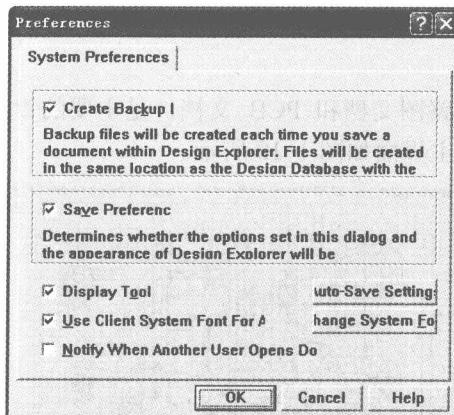
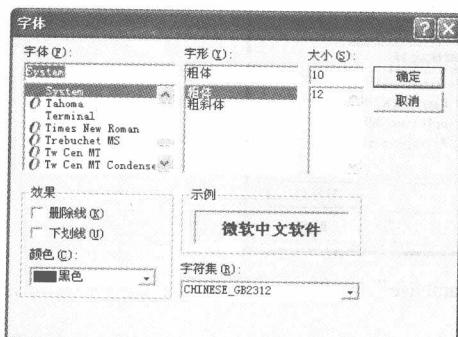

图 1-14 “设置系统参数”对话框（文字显示不完整）
图 1-15 “字体”对话框
- 2) 单击图 1-13 所示菜单中的“Preferences”命令，将弹出如图 1-14 所示的“设置系统参数”对话框。
- 3) 单击图 1-14 所示对话框中的 Change System Font 按钮，打开如图 1-15 所示的“字体”对话框。